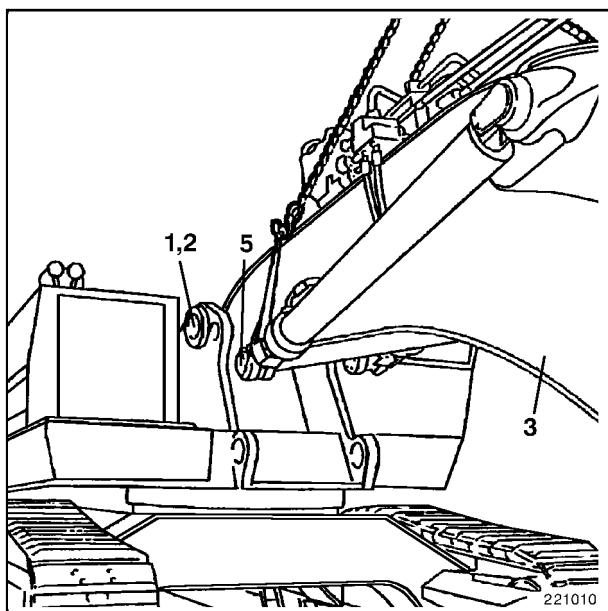
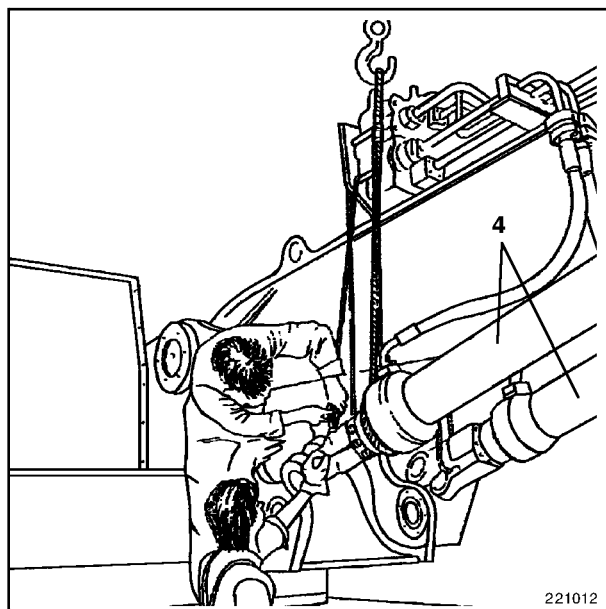

Fig. 2
Fig. 4
- Poner el pescante (3, Fig. 2) en la posición de montaje, orientarlo y acoplarlo por los pernos (2) al caballete.
- Poner ambos cilindros del pescante (4, Fig. 4) en la posición de montaje, hacer salir el vástago de émbolo y acoplar el cilindro por el perno (5, Fig. 2) con el caballete. Asegurar el perno.